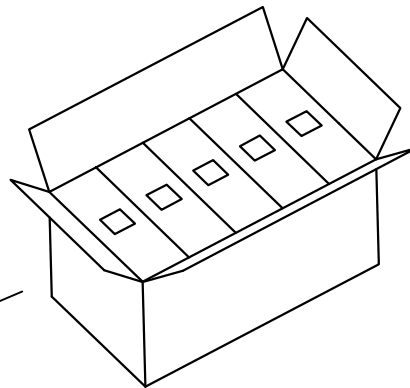

图4 外箱
- 3: 如图4, 每外箱装10内盒, 数量为10X(5X100pcs)。